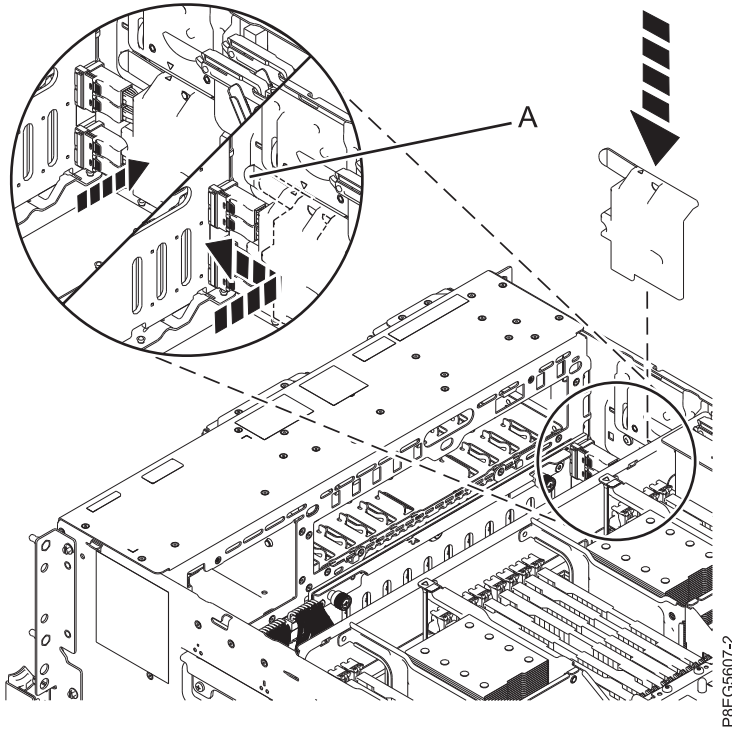

Figure 9. Remise en place du cache du câble SAS
17. Remettez le cache du câble SAS en place. Placez les emplacements du cache dans les broches situées sur le côté du châssis. Le symbole en forme de triangle situé sur le cache du câble SAS s'aligne avec celui qui se trouve sur le côté du châssis lorsque les emplacements du cache et les broches sont alignés correctement. Poussez sur le cache vers l'avant du système jusqu'à ce que la poignée (A) se mette en place. Voir figure 9, à la page 10.